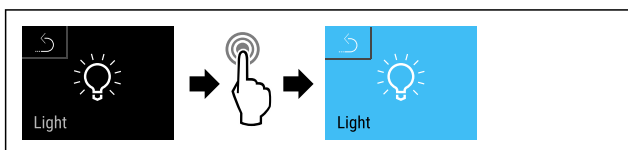

Fig. 70
- Handlungsschritte (siehe Fig. 70) durchführen.